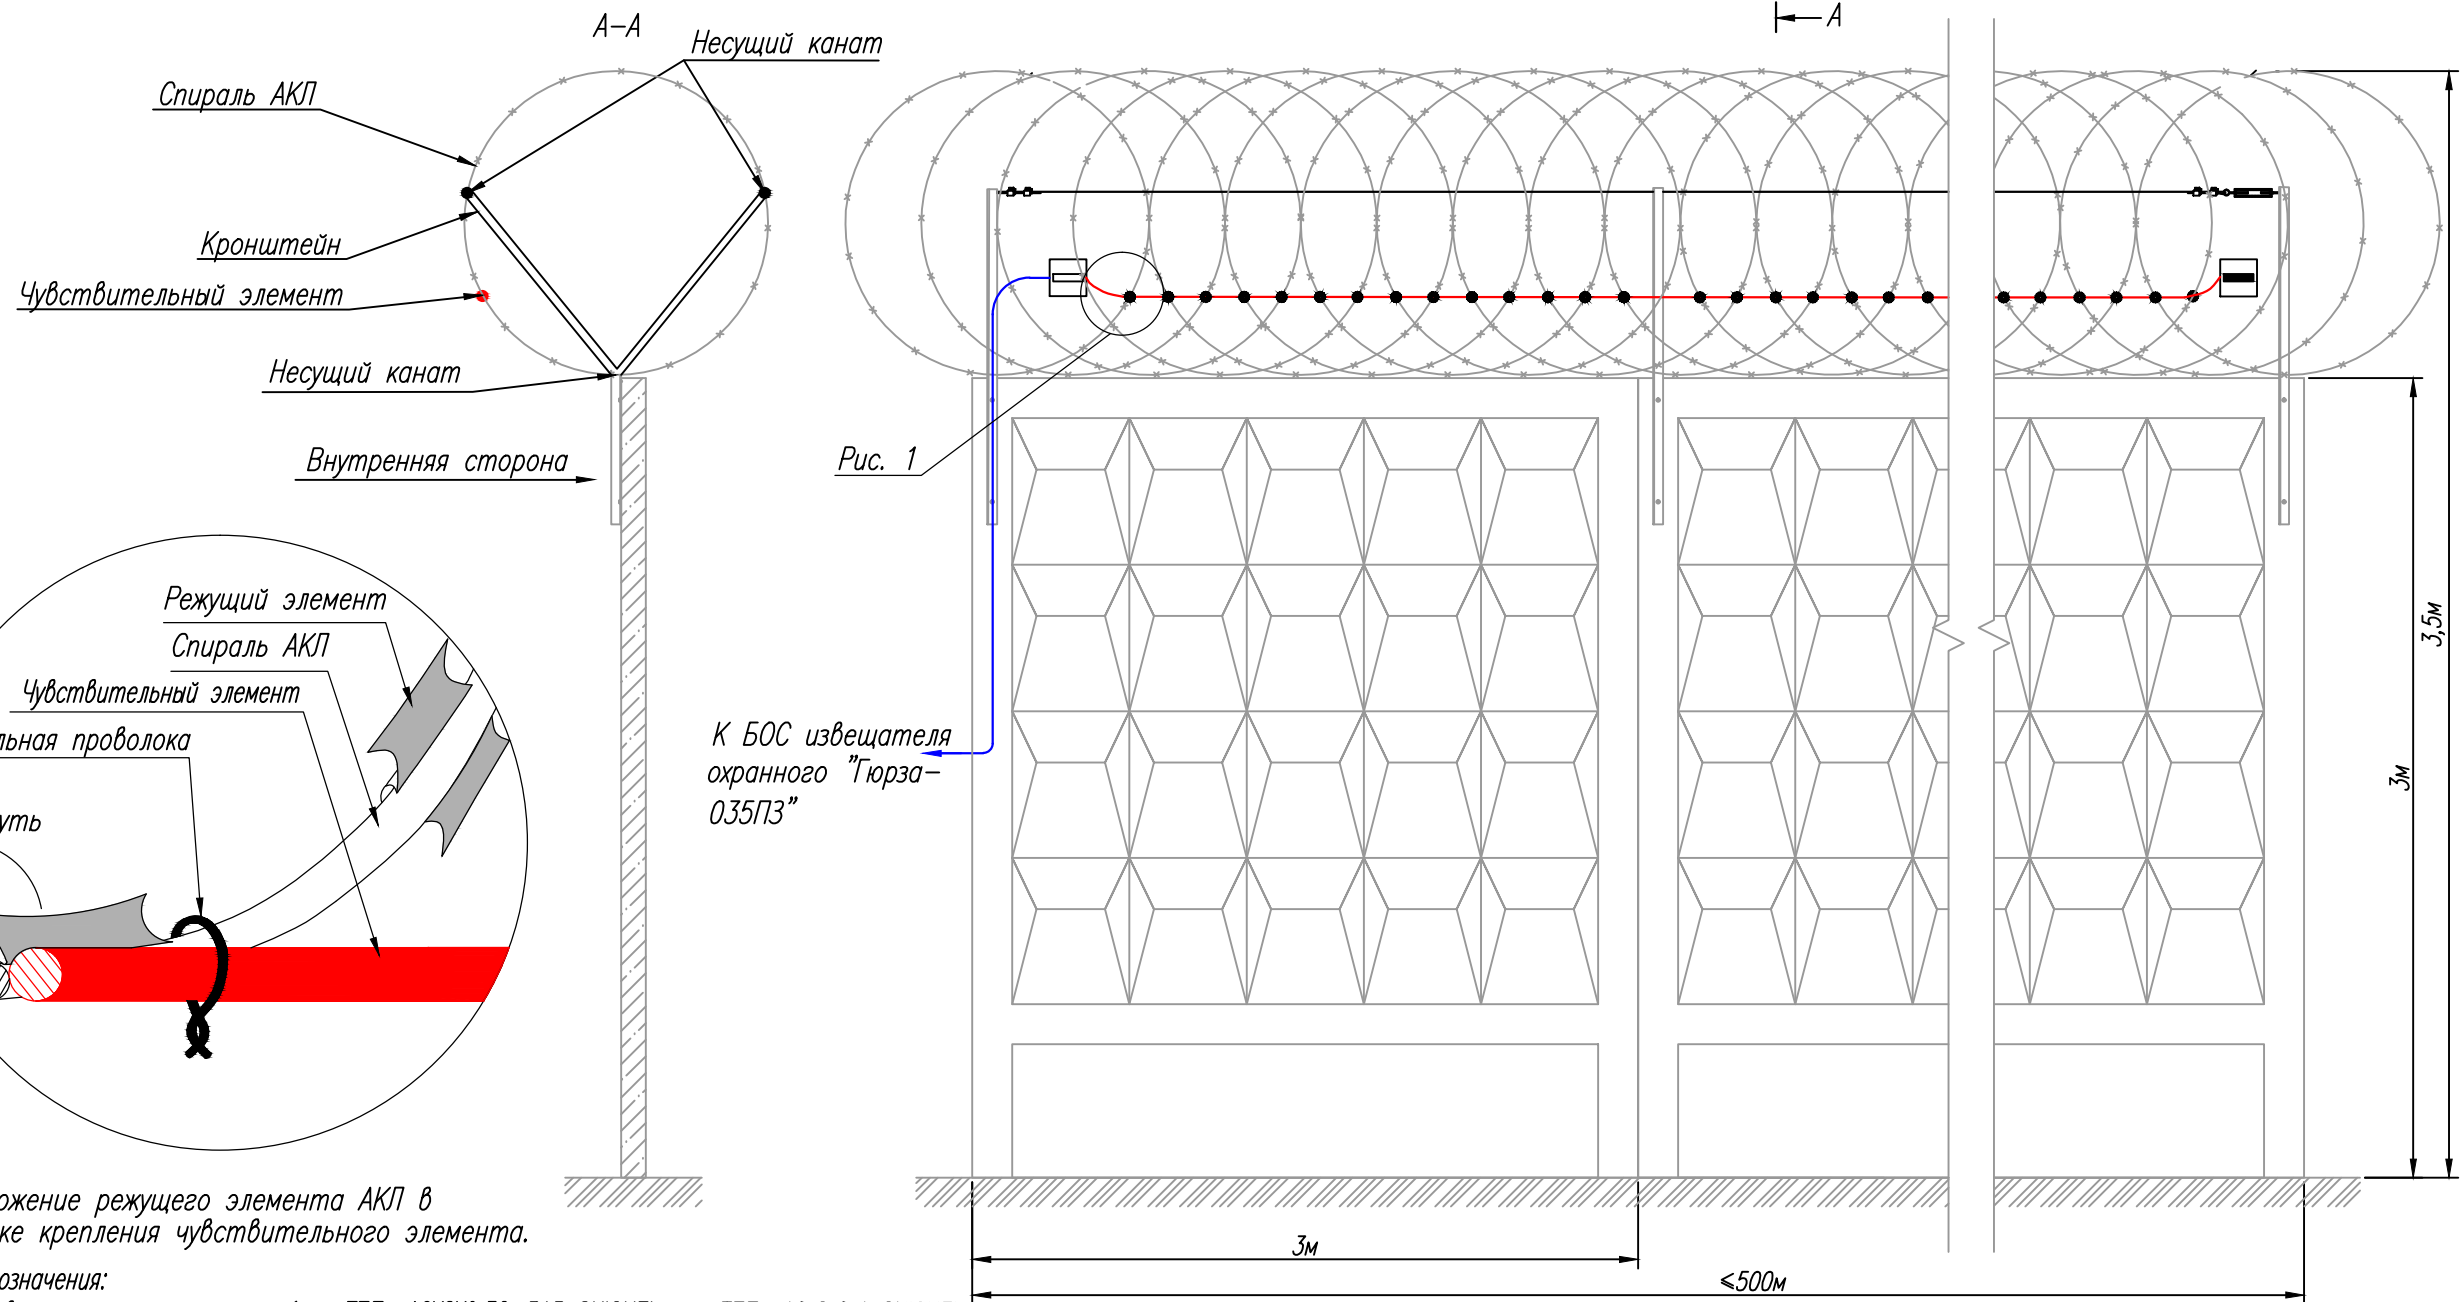

Рис. 1. Положение режущего элемента АКЛ в точке крепления чувствительного элемента.
4. При монтаже чувствительного элемента к спирали АКЛ режущие элементы спирали отгибать для исключения повреждения кабеля, см. рис. 1.